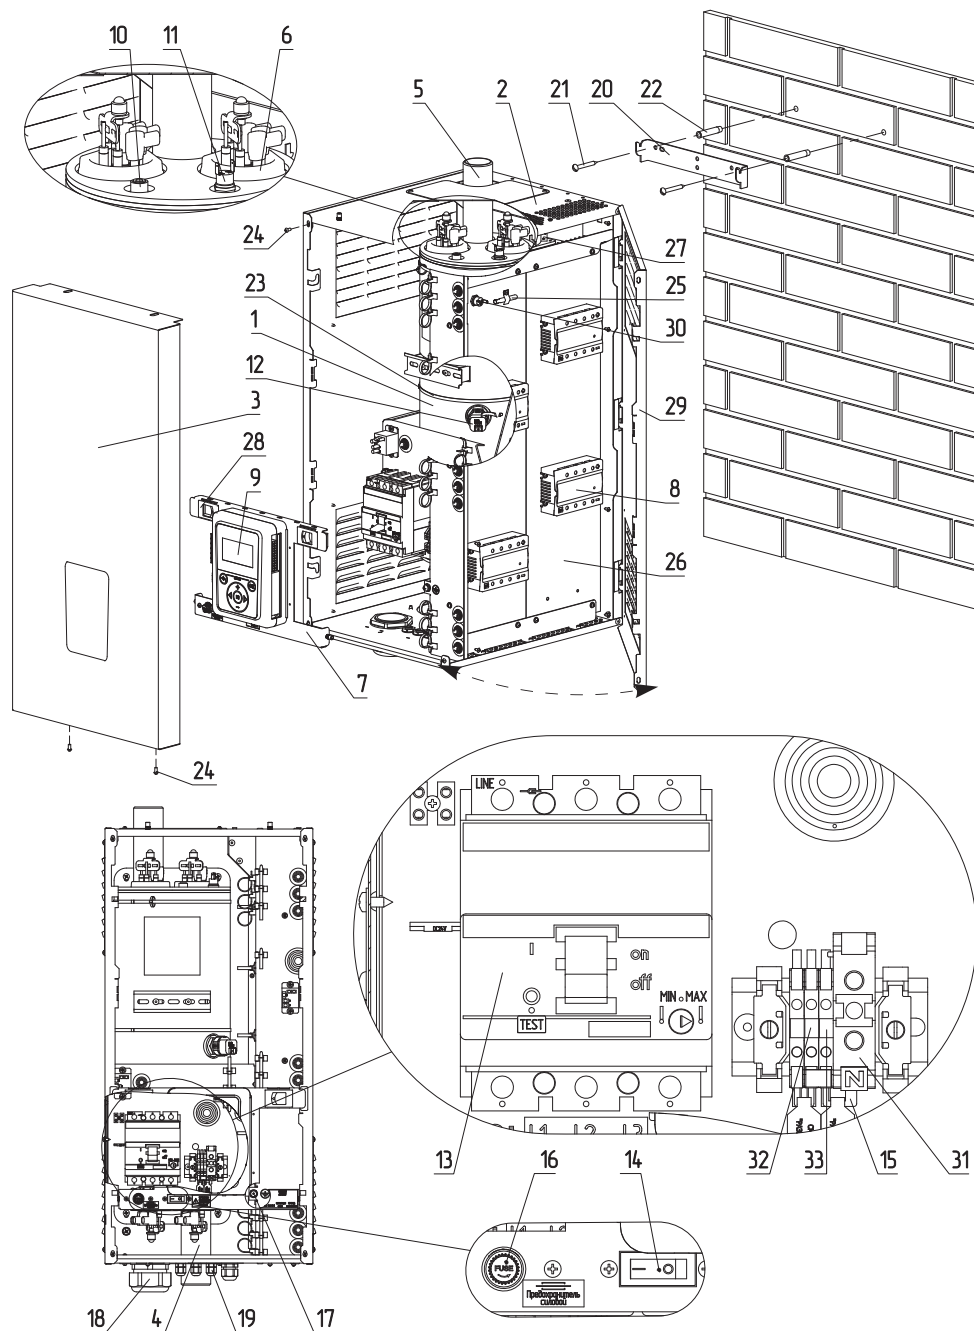
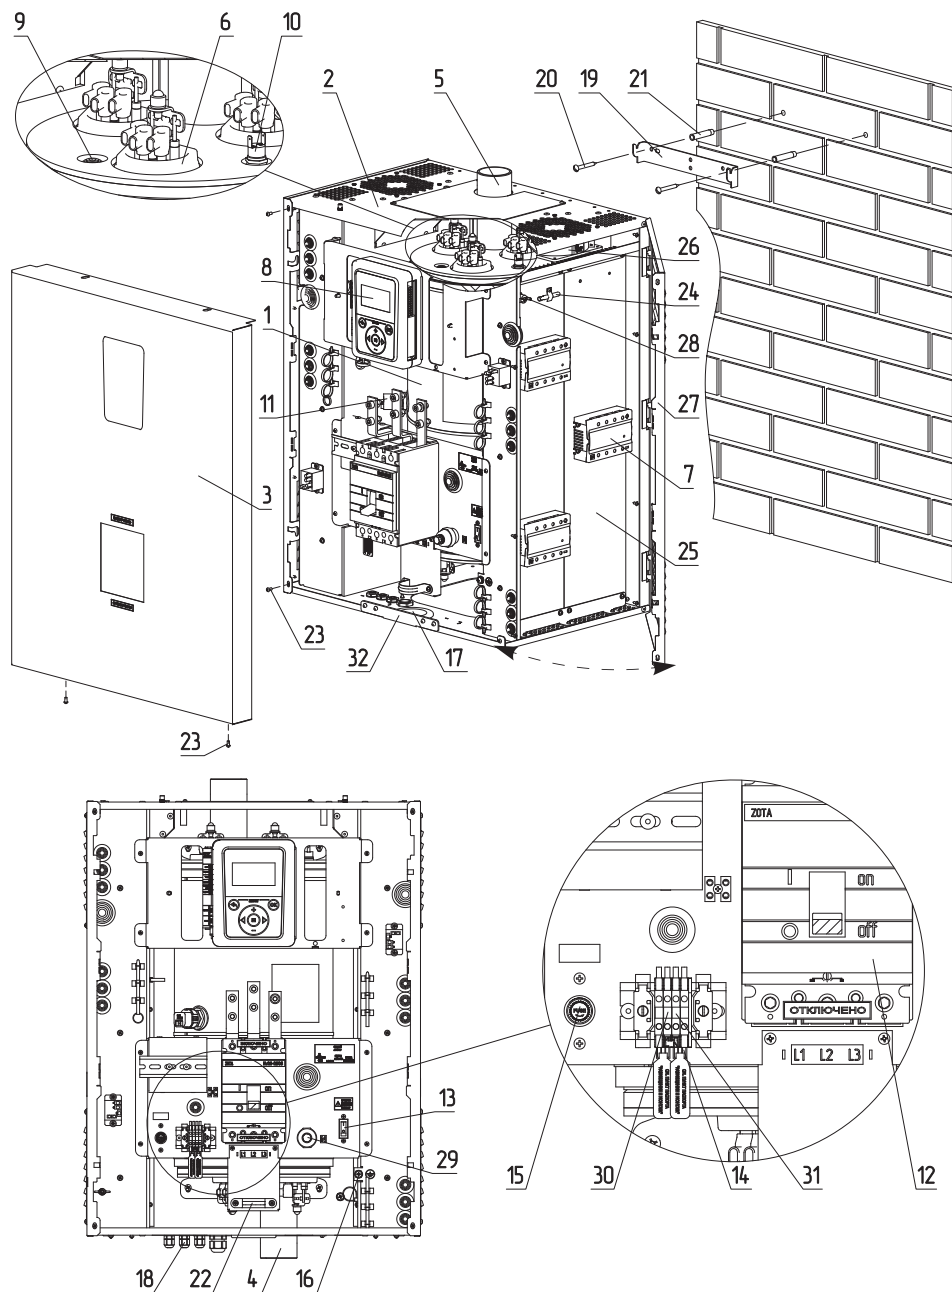
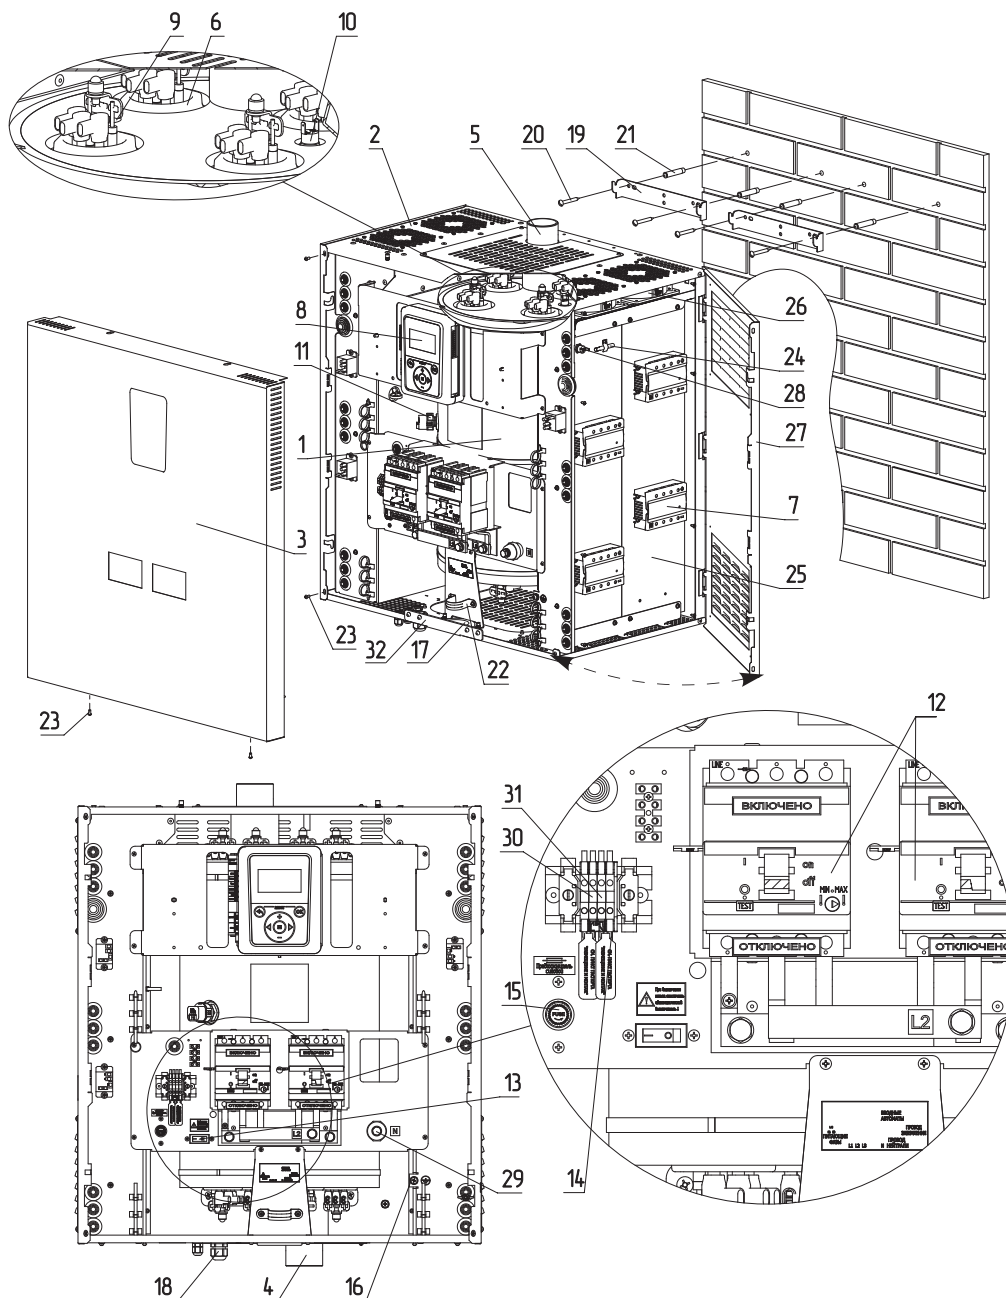

Рис. 4 Устройство электрического котла ZOTA SOLID-X 48-60 кВт
Рис. 5 Устройство электрического котла ZOTA SOLID-X 72-100 кВт
Рис. 6 Устройство электрического котла ZOTA SOLID-X 133 кВт
Закрепите настенный кронштейн на вертикальной поверхности в необходимом месте с помощью шурупов, входящих в комплект, и установите на него котел, как показано на **Рис. 1, Рис. 2, Рис. 3, Рис. 4, Рис. 5, Рис. 6.**
- Включить вводной автомат (Рис. 1, Рис. 2, Рис. 3, Рис. 4, Рис. 5, Рис. 6, поз. 13) вместе с дистанционным расцепителем в верхнее положение;
- Перевести выключатель (Рис. 1, Рис. 2, Рис. 3, Рис. 4, Рис. 5, Рис. 6, поз. 15) в положение ВКЛ;